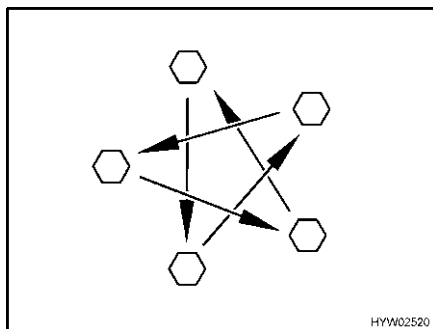

Fig. 221 Serrare a croce i dadi o i bulloni delle ruote
- Controllare regolarmente il serraggio dei dadi o dei bulloni. Regolare a croce (Fig. 221) il serraggio dei dadi o dei bulloni di una ruota sostituita dopo circa 50 km.
- ▷ Serrare a croce i dadi o i bulloni delle ruote (Fig. 221).